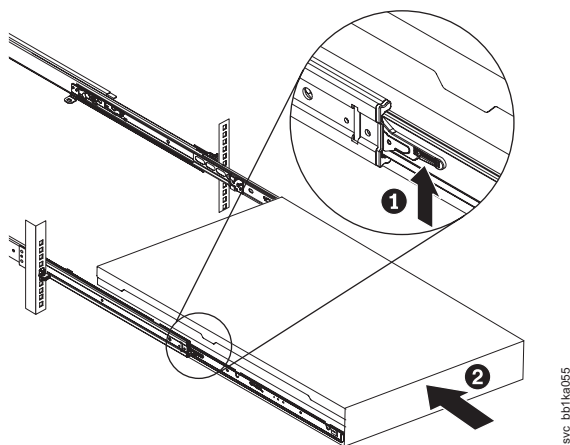

図73. ラックのスライド・レールの SAN ポリユーム・コントローラー 2145-CF8 ロック・レバーを上げる
7. スライド・レール上のロック・レバー (図73 の **1**) を上げて、サーバー **2** を、所定の位置にカチッと音を立てて収まるまで、ラック内に完全に押し込みます。